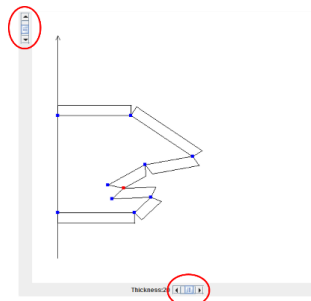

Fig.4 2D のアニメーション画面
4.1 2D の折りたたみアニメーションによってチェックする[Fig.4]